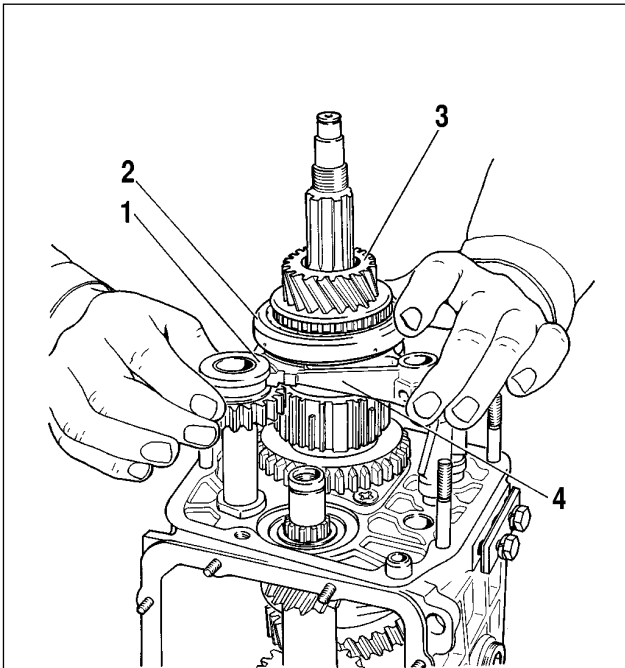

Fig. 3-23. Dépose du pignon intermédiaire de marche arrière, pignon de V-ième vitesse et synchroniseur avec fourchette complet:
Enlever de l'axe l'engrenage 1 (fig. 3-23) de marche arrière, et simultanément, de l'arbre secondaire l'engrenage 3 avec le manchon et fourchette 4 complet.
- pignon intermédiaire 1 (fig. 3-23) de marche arrière, pignon 3 et fourchette 4 sont à installer simultanément;